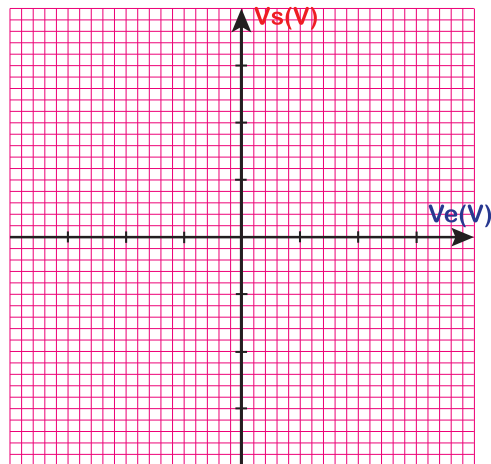

Figure 34
1.6. Déduire le tracé de la caractéristique de transfert $V_s = f(V_e)$ sur le graphe de la figure 34.
1.7. Garder les mêmes tensions d'entrées $V_e(t)$ et V_{ref} . Polariser maintenant le circuit par une alimentation asymétrique ($+12V$, $0V$). Représenter par une autre couleur la caractéristique de transfert $V_s = f(V_e)$ sur le graphe de la figure 34.